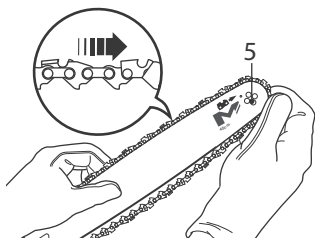

Fig. 5
- > Enfillez la chaîne dans la rainure autour du guide-chaîne (Fig. 5).